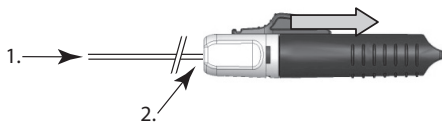

Figure 5
- Remarque :** Le système de détachement instantané (I.D.) peut aussi être retiré en fin de course, le cas échéant. Pour retirer le système de détachement instantané (I.D.) en fin de course, maintenir le curseur actionné par le pouce dans sa position la plus arrière et retirer le système de détachement instantané (I.D.) (consulter la Figure 5).